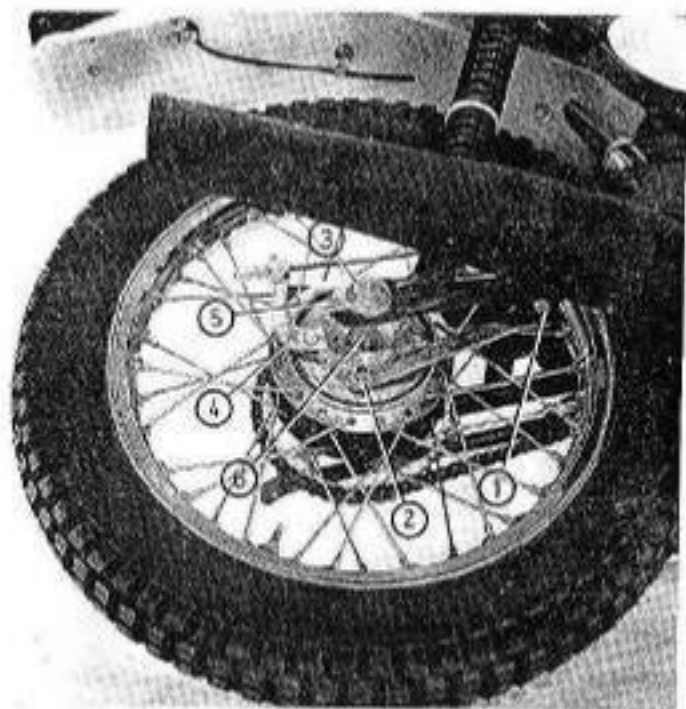

Fig. 21
Alojar el eje de la rueda 3 (fig. 21 y anclaje 1.2). Actuar con las levas hasta conseguir la oscilación de 40 mm en la cadena, asegurándose de que se apoyan bien los asientos del basculante. Una vez todo apretado, comprobar que el tensado es correcto, puesto que si la cadena se dejó excesivamente tirante puede dañar el eje y piñón de salida del cambio de velocidades.
Desserer l'axe de la roue 3 (fig. 21, ancrage 1.2). Agir sur les cames jusqu'à obtenir l'oscillation de 40 mm de la chaîne, s'assurant que les assises du bras oscillant s'appuient bien. Une fois le tout resserré, s'assurer que la tension est correcte, car si la chaîne est trop tendue, elle peut endommager l'axe et le pignon de sortie de la boîte de vitesses.
Loosen the wheel axle 3 (fig. 21 and anchor plate 1.2). Rotate the cams until obtaining the 40 mm play in the chain, making sure that they seat properly against their flanges on the swinging arms. After all has been tightened, check that tension is correct, because if the chain is too tight, the engine shaft and sprocket may be damaged.
2. **Desmontaje de la rueda trasera.** Para ello soportar la máquina de manera que la rueda gire libremente. Desmontar el tirante anclaje del plato portazapatas 2 (fig. 21) aflojando previamente su fijación a la basculante 1. Soltar el cable del freno, presionando sobre la palanca 4.
2. **Démontage de la roue arrière.** Placer la machine sur un support de façon à ce que la roue tourne librement. Démonter la bride d'ancrage du plateau porte-garnitures 2 (fig. 21), en desserrant au préalable sa fixation au bras oscillant 1. Détacher le câble du frein en desserrant l'écrou du levier 4.
2. **Removing the Rear Wheel.** Support the frame so that the rear wheel is off the ground. Remove the anchor plate from the backing plate 2 (fig. 21) previously loosening its attachment to the swinging arm 1. Remove the brake rod loosening the brake lever adjuster 4.